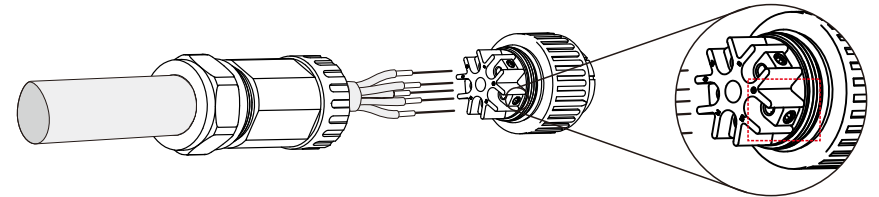

Abbildung 5.22 Angeschlossenes Kabel
A) Die Isolierhülse des Kabels 70 mm abisolieren, so dass der entblößte Stecker mit Kupferkern 9 mm erreicht. Kabel durch Mutter und Hülse des Buchsenelements führen, entsprechende Klemmen einsetzen und mit Inbusschlüssel festziehen (siehe Abbildung 5.22). Das Drehmoment beträgt 1,8–2,0 Nm.
Ziehen Sie das Kabel mit einem 3,0-mm-Inbusschlüssel fest (Fokus in der gepunkteten Box, siehe Abbildung 5.22). Die Inbusschraube lässt sich leicht abnehmen, nicht vollständig herausschrauben.